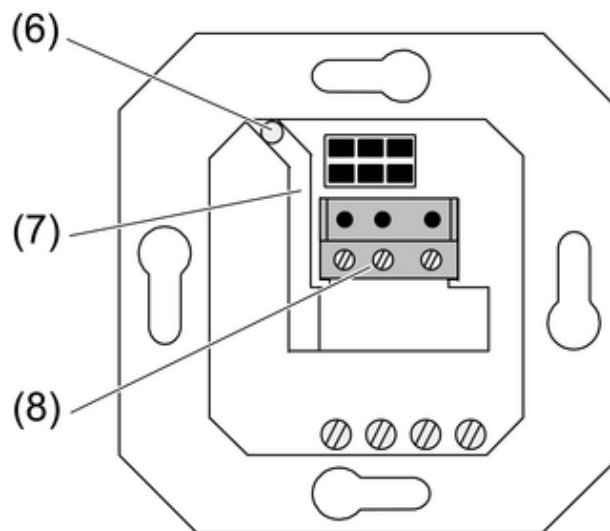
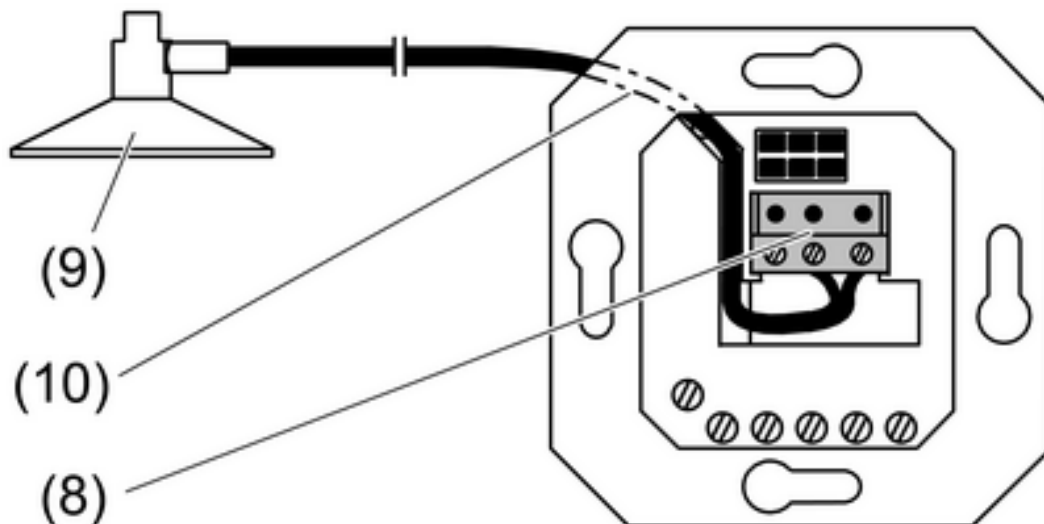

Figura 4: Instalación empotrada del cable del sensor
Figura 5: Instalación sobre superficie del cable del sensor
La instalación del cable de sensor se puede realizar de tres formas diferentes. Instalación empotrada (figura 4), instalación sobre superficie (figura 5) y, con los módulos correspondientes, introducir el cable sensor en el módulo (figura 6).
- Introducir el cable a través del orificio (6) del módulo y guiarlo, a lo largo del canal para el cable (7), hasta el bloque de terminales (8) (figura 4).
- Para la instalación sobre superficie del sensor interno (9) córtese la clavija.
- Pasar el cable del sensor por detrás de la placa soporte (10) a través del canal para el cable hasta el terminal de conexión (8) (figura 5).